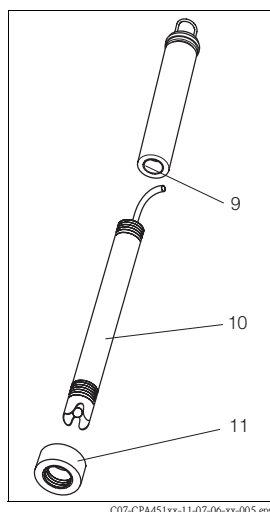

Fig. 15:
7. Avvitare l'anello filettato sul sensore (Fig. 15), quindi avvitare bene il sensore sulla filettatura interna del portasensore.